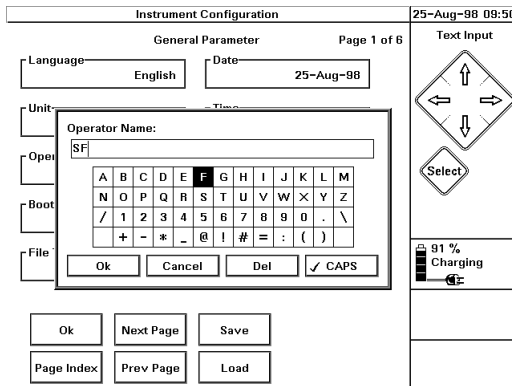

Figura 48 Tastiera per l'inserimento di testi
- 3 Portarsi nel campo intitolato Commento 1 e premere SELECT. Sullo schermo compare una tastiera (si veda la Figura 48). Completare il commento aggiungendo le lettere necessarie dalla tastiera.